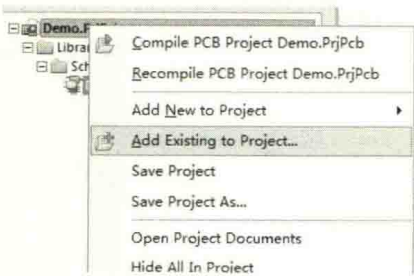

图 2-8 添加到工程
(1) 经常需要把已存在的元件库（公司或个人总结统一的库）添加到已存在的工程目录下，方便调用。可以在工程文件上单击鼠标右键，执行右键下拉菜单中的“Add Existing to Project...”命令，如图 2-8 所示，选择其需要添加的元件库，然后保存一下工程即可完成添加。